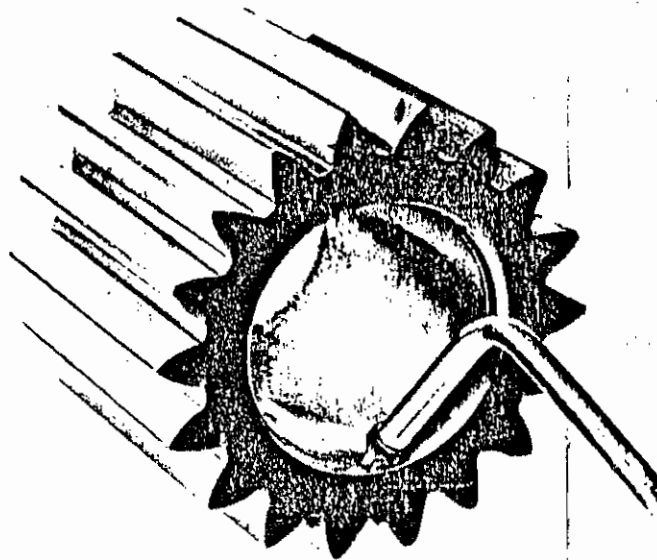

Fig. 54. Método de medir la temperatura del piñón con el pirómetro de mano
Mídase y regístrese la posición del piñón en relación con el extremo del árbol, empleando el calibrador de avance del piñón, Cat. 6734861G1. Véase el método de usar este calibrador en la Fig. 54.
6. Caléntese uniformemente el piñón en un horno hasta que la temperatura de todo el piñón haya alcanzado el número de grados necesarios sobre la temperatura del árbol. Mídase siempre la temperatura del árbol y del piñón con el mismo instrumento, preferiblemente con un pirómetro de mano, como el que se indica en la Fig. 54. En un caso de emergencia, la temperatura puede ser medida por medio de un termómetro colocado en